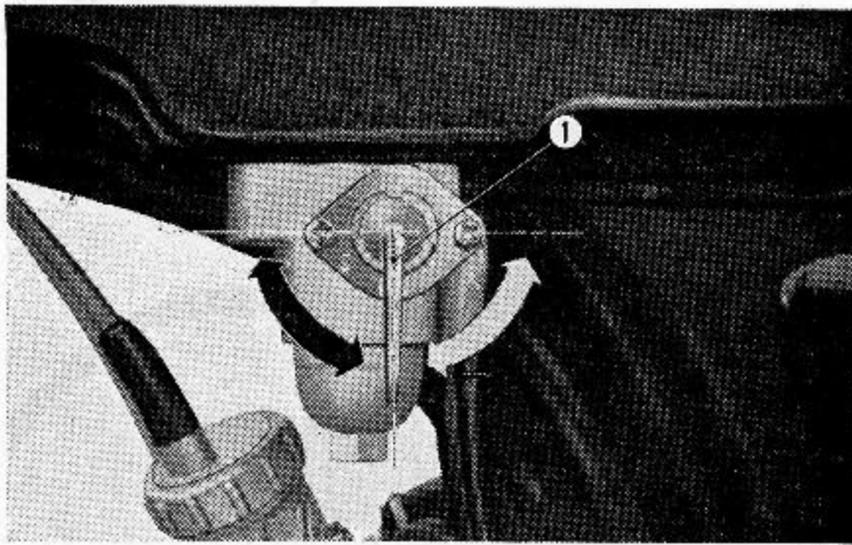

Abb. 6.12 ① Benzinhahnhebel
- b. Benzinschlauch vom Vergaser abnehmen und den Durchfluß in Position ON und RES prüfen. (Abb. 6.12)